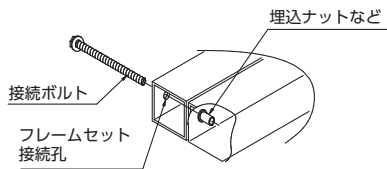

図 4-2 接続部のナット組付け部
- ・チャンバ接続部フレームにナット(埋込ナットなど)が組付けられている場合は、噛込みやねじ部が損傷するとナット交換が困難なため、注意して締め付けてください。(図4-2 参照)